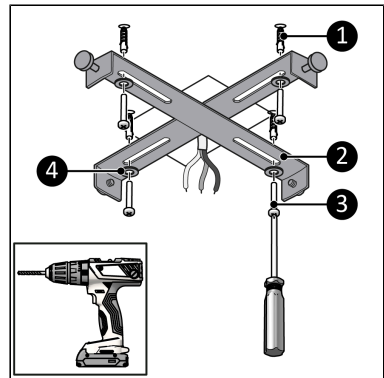

Abbildung 38.
4. Platzieren Sie die Dübel in die vier Löcher (Abbildung 38, Pos. 1).
5. Verwenden Sie die Kreuzschlitzschrauben (Abbildung 38, Pos. 3) und die Ringe (Abbildung 38, Pos. 4), um die Aufhängelasche (Abbildung 38, Pos. 2) an der Decke zu befestigen.